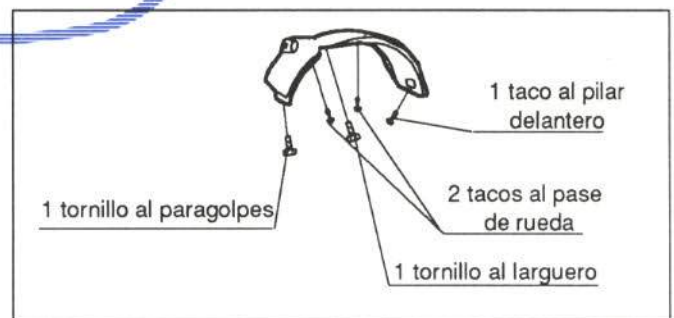

Figura 13.- Fijación del guardabarros
En la figura 13 se presenta su fijación.
- Guardabarros (figura 13)